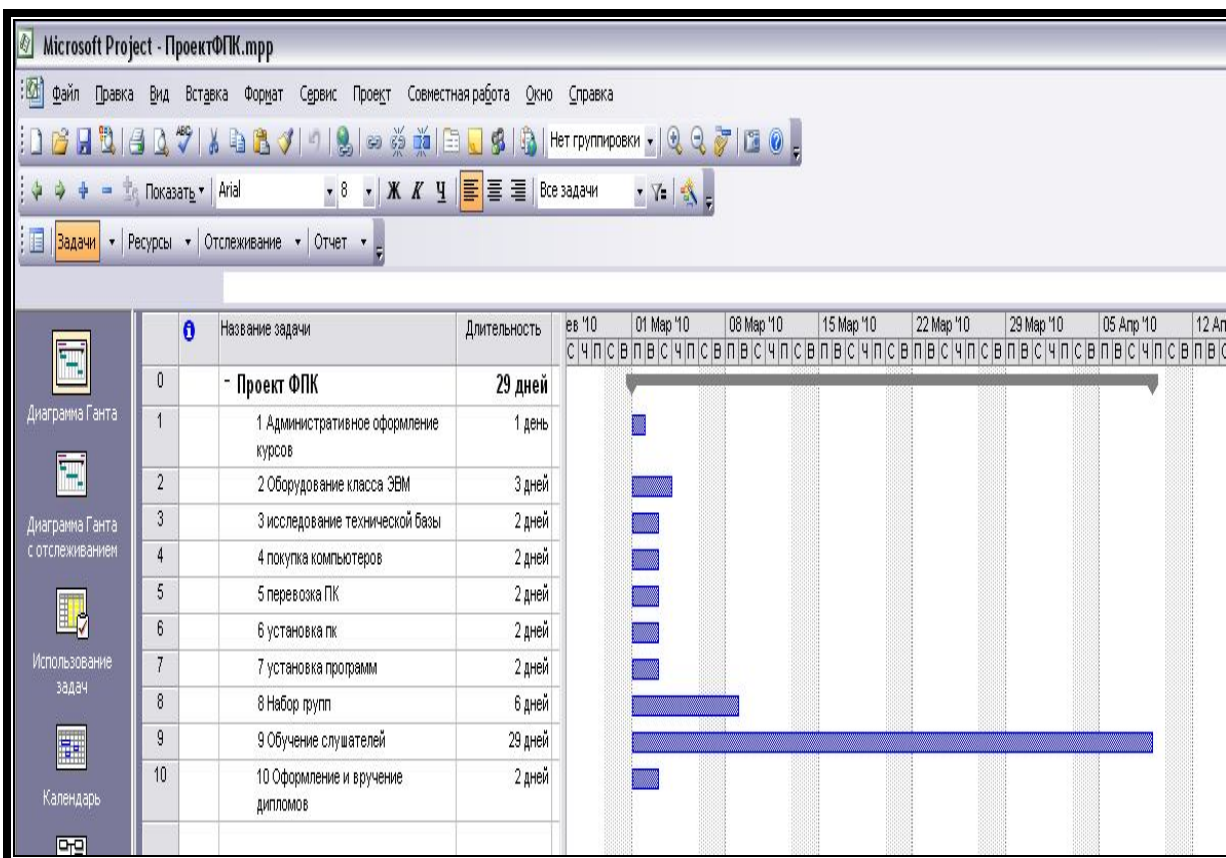

Рис.11. Первоначальный вид проекта
1. Откройте в MS Project проект ФПК, который вы создали на лабораторной работе 1. Не забывайте, что ваш проект отображается в различных представлениях программы. План работ лучше всего составлять (и редактировать) в представлении Диаграмма Ганта (рис.11). Для добавления задачи в план проекта нужно установить